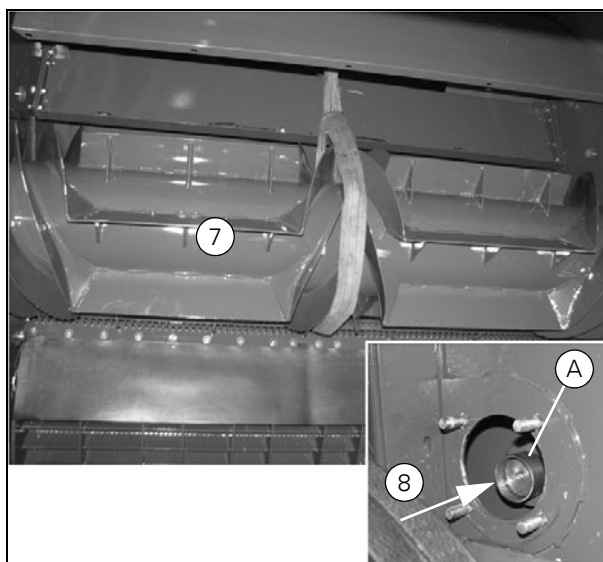

Рисунок 65
- Не забудьте установить дистанционную втулку (A) (Рис. 65) между ступицей ротора и подшипником.